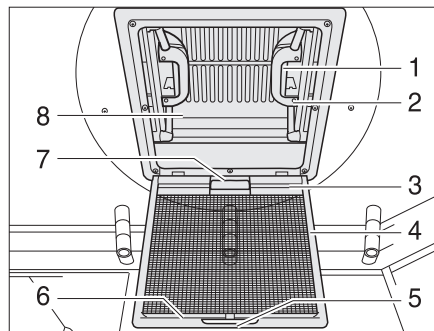

Fig. 80 Claraboya con cierre de resorte
- Tirar del tirador (Fig. 80,5).
- Plegar hacia abajo la protección contra insectos (Fig. 80,4).
- Presionar el cierre de resorte (Fig. 80,1) hacia el lado interior de la claraboya (Fig. 80,8). Presionar simultáneamente hacia arriba la claraboya con el tirador (Fig. 80,2).
- Plegar hacia arriba la protección contra insectos (Fig. 80,4) hasta que engatille.
- Tirar la claraboya (Fig. 80,8) enérgicamente hacia abajo por los dos tiradores (Fig. 80,2), hasta que los dos cierres de resorte (Fig. 80,1) engatillen.
- Tirar de la persiana oscurecedora enrollable por el asidero (Fig. 80,7) y enganchar el listón de enganche (Fig. 80,3) en el listón de soporte (Fig. 80,6) en la protección contra insectos.
- Soltar el listón de enganche (Fig. 80,3) del listón de soporte (Fig. 80,6) y regresar lentamente la persiana oscurecedora enrollable.